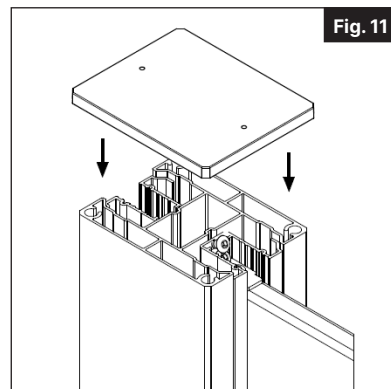

Fig. 11
- 10.** Appliquez du silicone sous le capuchon, puis installez celui-ci sur le dessus du poteau. Appuyez sur le capuchon jusqu'à ce qu'il soit bien en place (Fig. 11).
Installez le capuchon sur le dessus du poteau et appuyez dessus jusqu'à ce qu'il s'enclenche en place (Fig. 11).